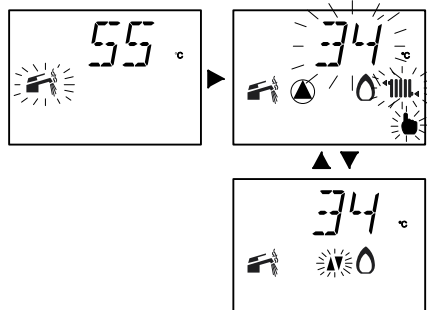

Fig. 7.10
- En la pantalla LCD la variación se indica con el encendido alternado de los símbolos expuestos en la Fig. 7.10. (Ejemplo: potencia térmica de calefacción al máximo).